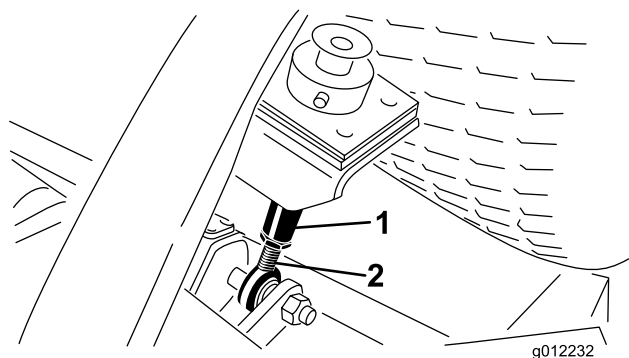

Bild 11
6. Lösen Sie die Klemmmuttern unten an den Schnitthöhenstangen (Bild 11).